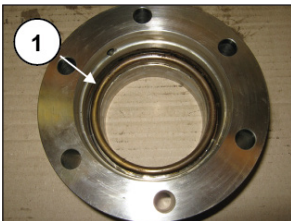

Abb. 222
Montieren Sie den Kopring auf der Buchse (Pos. ①, Abb. 222), die HD-Dichtung (Pos. ①, Abb. 223) und den Restop-Ring (Pos. ①, Abb. 224).